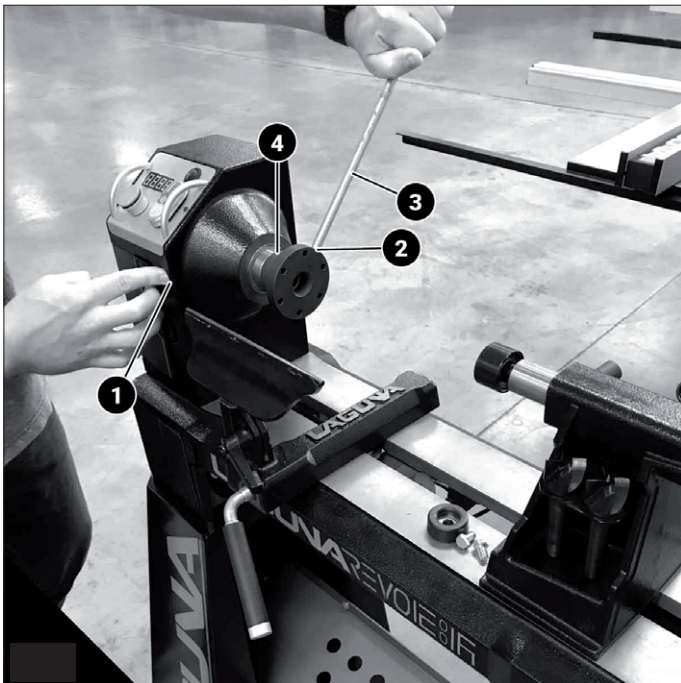

Abb. 11
Abb. 11: Planscheibe demontieren. (1) Spindelarreterierung. (2) Bohrung zur Fixierung der Planscheibe. (3) Auswurfstange oder Schlüssel der Planscheibe. (4) Schrauben.